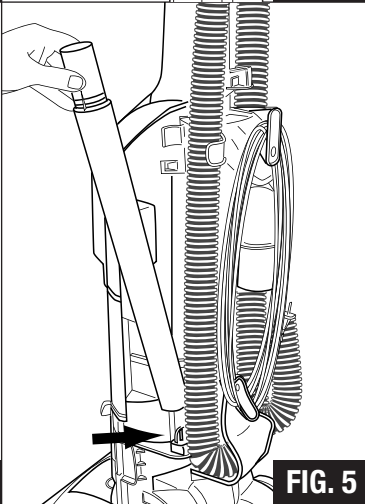

FIG. 5
Step 8: Store the wands on the side of the vacuum in front of the hose (FIG. 5).
- Étape 8 :** Rangez les rallonges sur le côté de l'aspirateur devant le tuyau (FIG. 5).
- Paso 8:** Guarde los tubos en el costado de la aspiradora en frente de la manguera (FIG. 5).